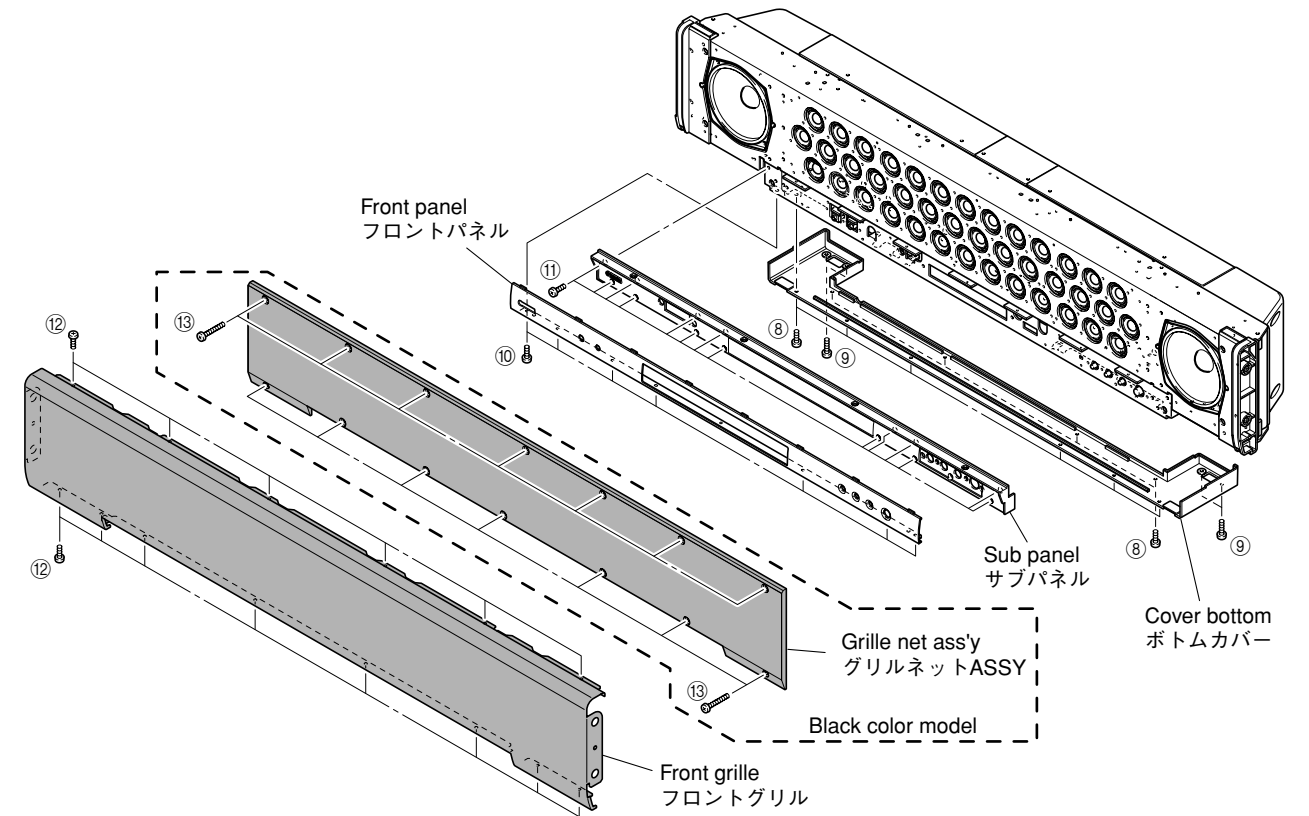

Fig. 2
- k. Remove 10 screws (⑧), 4 screws (⑨) and then remove the cover bottom. (Fig. 2)
- l. Remove 7 screws (⑩) and then remove the front panel. (Fig. 2)
- m. Remove 14 screws (⑪) and then remove the sub panel. (Fig. 2)
- n. Remove 14 screws (⑫) and then remove the front grille. (Fig. 2)
- a. Remove 14 screws (⑬). (Fig. 2)
- b. Remove grille net ass'y. (Fig. 2)
- k. ⑧のネジ10本、⑨のネジ4本を外し、ボトムカバーを取り外します。(Fig. 2)
- l. ⑩のネジ7本を外し、フロントパネルを取り外します。(Fig. 2)
- m. ⑪のネジ14本を外し、サブパネルを取り外します。(Fig. 2)
- n. ⑫のネジ14本を外し、フロントグリルを取り外しします。(Fig. 2)
- a. ⑬のネジ14本を外します。(Fig. 2)
- b. グリルネットASSYを取り外します。(Fig. 2)